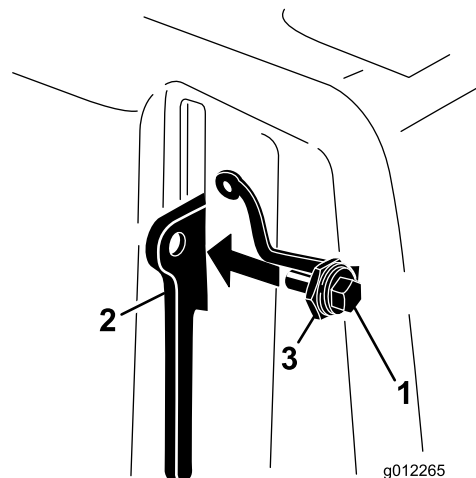

Figura 18
3. Inserite il bullone nella leva del dispositivo di fermo (Figura 18).